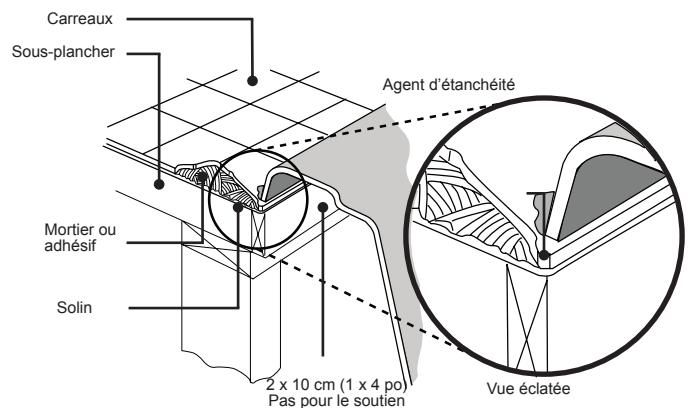

Figure 7 – installation de la périphérie
Terminez l'installation de la périphérie de la baignoire (figure 7).
- 14** Calfeutrez autour du périmètre de la baignoire pour sceller l'espace entre le rebord et le support fini (figure 7 à la page précédente).